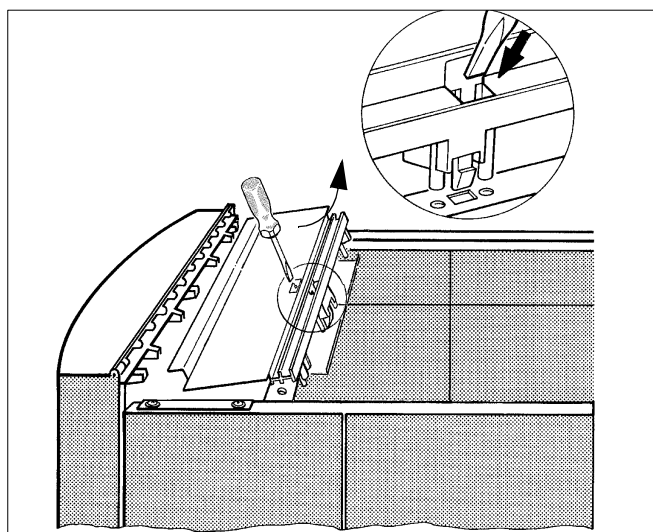

Fig. 17 Fixer le cache de l'appareil de régulation
- Poser le cache de l'appareil de régulation à droite et à gauche sur le rebord des parois latérales. Soulever légèrement à l'arrière et pousser vers l'avant jusqu'à ce que le crochet élastique s'enclenche (fig. 17).